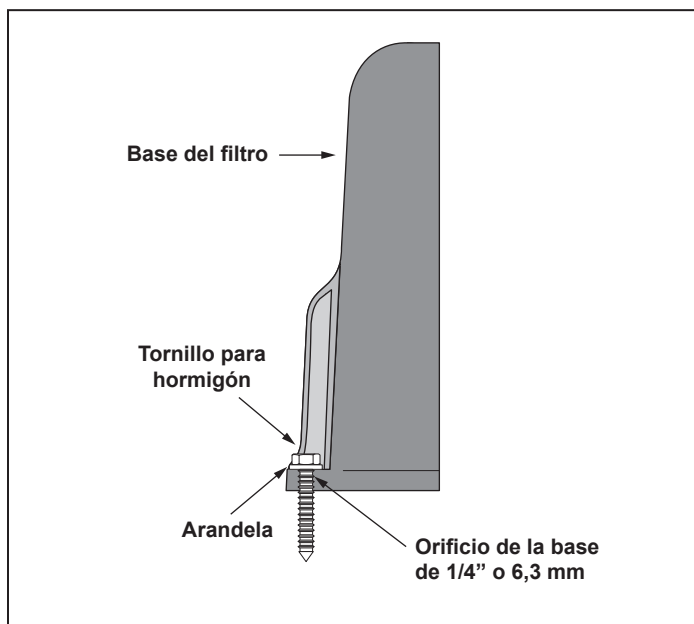

Figura 4. Instalación de los tornillos de anclaje
1. Después de colocar el filtro, perforo un orificio en cada uno de los tres (3) orificios de la base del filtro. (Debe obtenerse una broca para hormigón del tamaño correcto cuando se adquieren los tornillos para hormigón). Los tornillos para hormigón deben satisfacer todos y cada uno de los requisitos de los códigos de construcción aplicables.
2. Instale los tornillos y las arandelas para fijar el filtro en la base del equipo. Consulte la Figura 4. No apriete los tornillos en exceso.